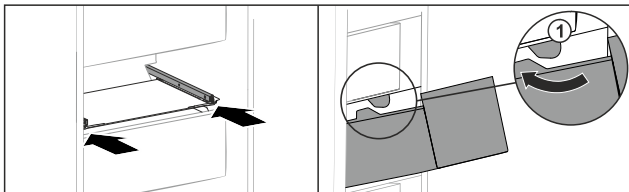

Fig. 217
- ▶ Schubfach um die Stopper Fig. 217 (1) herumführen.